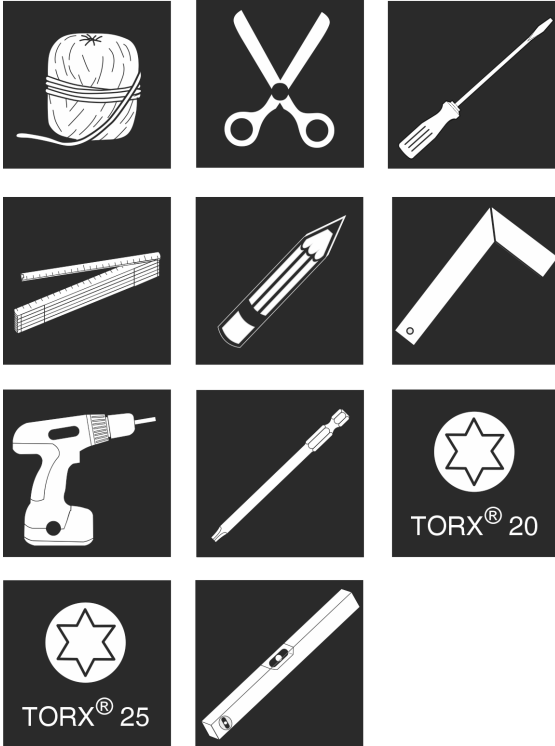

Fig. 9
1. Prichystajte si náradie. Fig. 9 ()